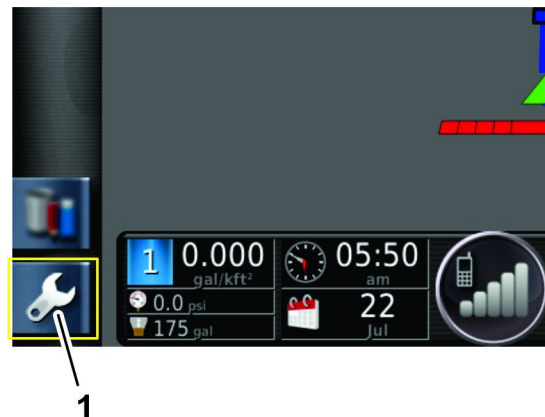

Figura 123
3. Pulse el icono CONFIGURACIÓN de la pantalla principal (Figura 123).